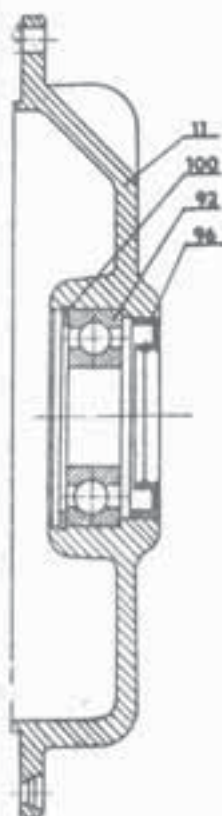

Рис. 109.
7. В корпус коробки 11 /рис.109/ запрессовать с помощью приспособления 503-2-7814 подшипник 92 и стопорить кольцом 100.С противоположной стороны запрессовать сальник 96.